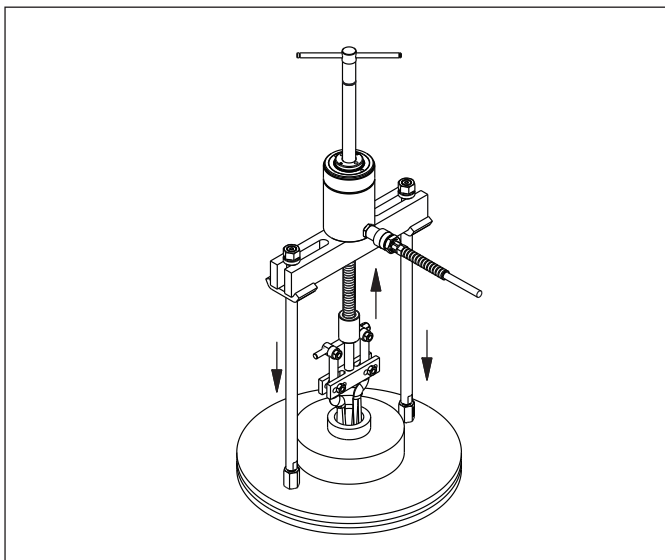

Abbildung 15, Jochabzieher mit Lagerschalen-Abzugvorrichtung (typisch)
- Montieren Sie den Abzieher am zu entfernenden Lager. Richten Sie die Zugstangen und die Abzugarme des Lagerschalenabziehers aus. Siehe Abbildung 15.